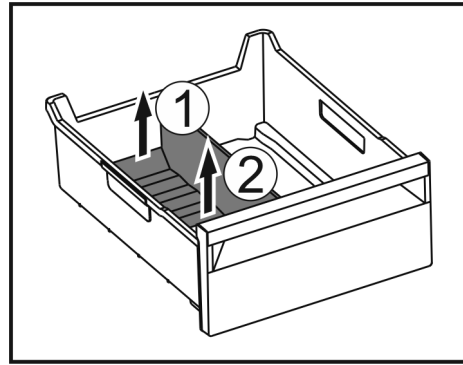

Fig. 231
- ▶ Hinteren Teil des Eisfach-Trenners anheben. Fig. 231 (1)
- ▶ Eisfach-Trenner nach oben entnehmen. Fig. 231 (2)